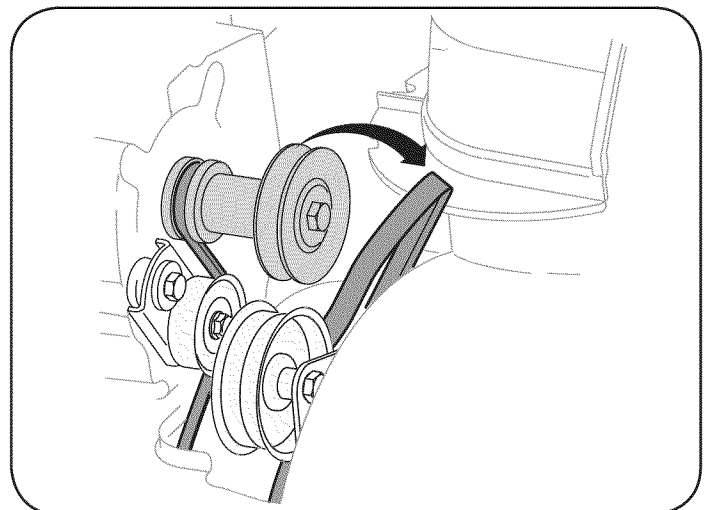

Figura 27
3. Saque la correa de la barrena de la polea del motor. Vea la figura 27.